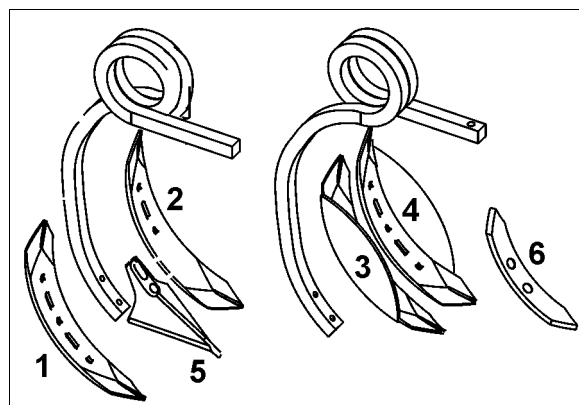

Fig. 14
- **Wendelschar (75 mm) (Fig. 14/1,2)**
- **Randschare für Wendelschar (Fig. 14/3,4)**
- **Stoppelschar (Fig. 14/5)**
- **Spitzschar (50mm) (Fig. 14/6)**